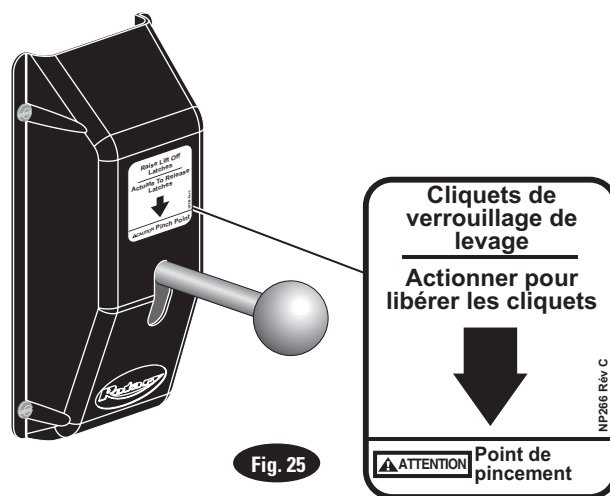

Fig. 25
23. Autocollant de déverrouillage du cliquet : Installez l'autocollant de déverrouillage du cliquet sur le capot, au-dessus de la poignée de déverrouillage du cliquet, Fig. 25.